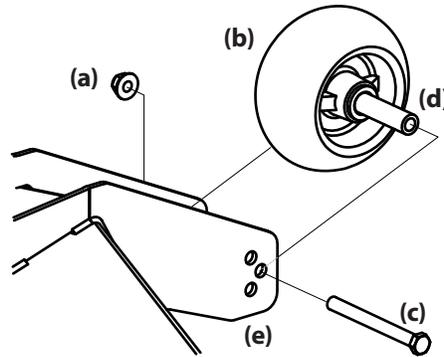

Figure 4-7
2. Retirez l'écrou autobloquant (a) qui sert à retenir un des boulons à épaulement (c) de la roue de jauge avant (b) au plateau de coupe. Enlevez la roue de jauge avant (b), le boulon (c) et l'entretoise (d). Voir Figure 4-7.